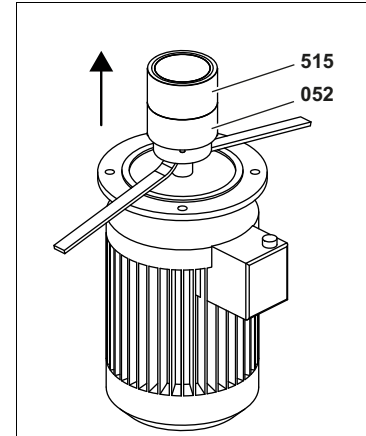

Fig. 2
- Fig. 2**
4. Retirer le moyeu d'accouplement **052** et le rotor extérieur **515** de l'arbre moteur avec des leviers de montage, voir Fig. 2, page 31.